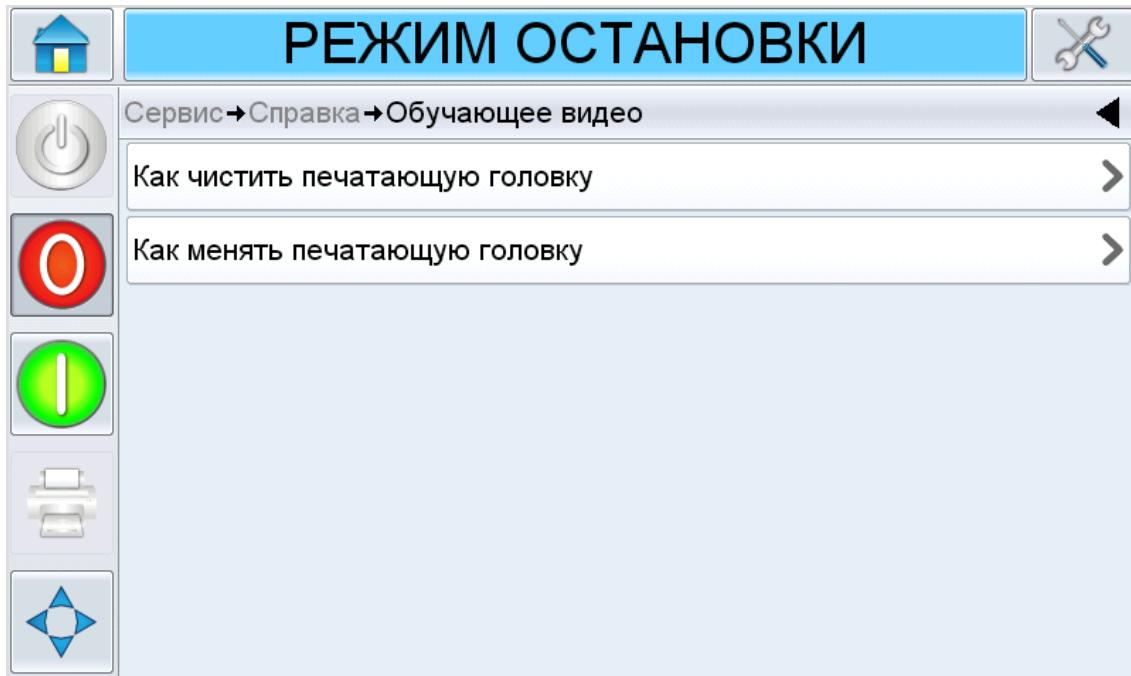

Рис. 5-33: Экран обучающих видео
1. Нажмите Tutorial Videos (Обучающие видео) на экране Help (Справка) для доступа к обучающим видео (Рис. 5-33). Выберите требуемое видео о конкретных задачах или основных неисправностях.